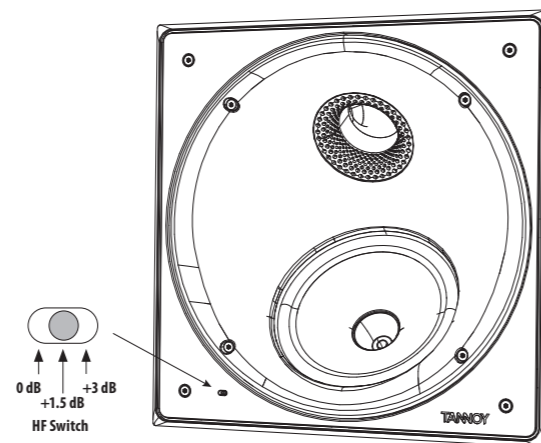

Fig. 10. HF Switch Positions
1. De HF-schakelaar heeft drie standen, waarbij 0 dB vlak is. Pas indien nodig aan de positie van de kamer en de akoestische omstandigheden aan (Fig. 10.).